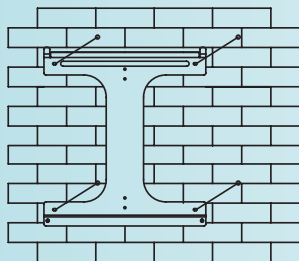

Fig. 4
- Servirsi del telaio di montaggio in dotazione impiegandolo come dima di foratura (Fig. 4).